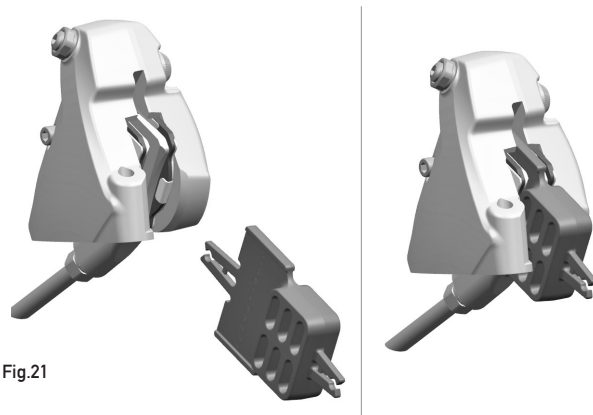

Fig.21
- Si tiene que desmontar las ruedas de la bicicleta, asegúrese de introducir la herramienta para el transporte (Fig. 21) que impide, en caso de accionamiento accidental de las manetas de freno, el acercamiento de las pastillas del freno y, por tanto, introducir el disco.